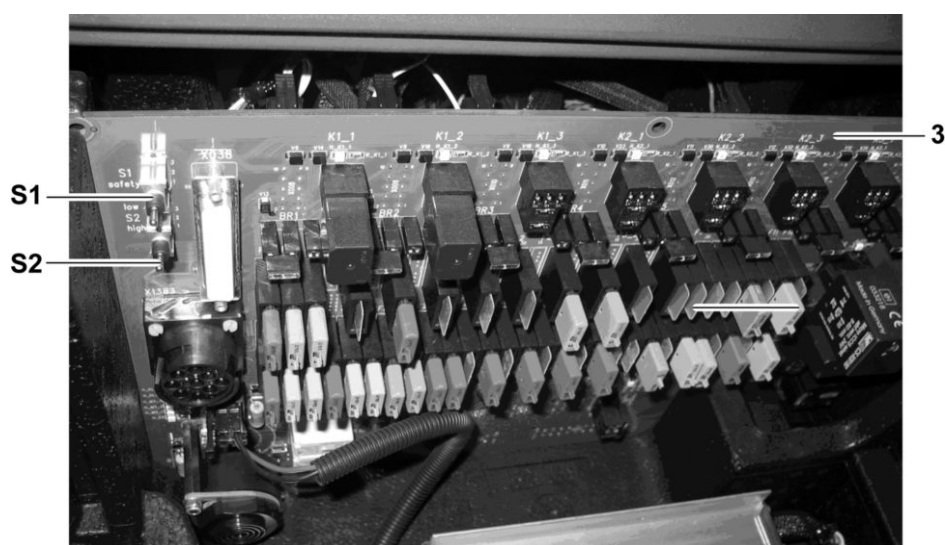

Рис. 295: Центральная плата
- ▶ Измените положение переключателя **S1** (см.: рис. 295, страница 178) .
- ▶ Дайте дизельному двигателю разогнаться до числа оборотов холостого хода: Переведите переключатель **S2** (см.: рис. 295, страница 178) в положение *low* .
- ▶ Дайте дизельному двигателю разогнаться до номинальной частоты вращения: Переведите переключатель **S2** (см.: рис. 295, страница 178) в положение *high* .
- ▶ Переведите переключатель **S2** (см.: рис. 295, страница 178) в положение *low*.